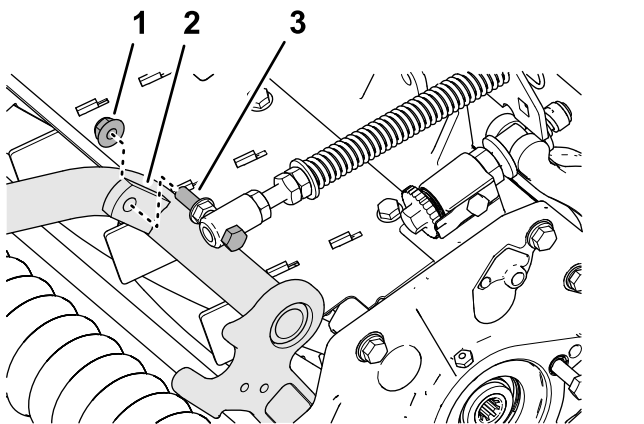

Рисунок 19
4. Установите колпачковый винт пружины компенсации состояния грунта на правый выступ несущей рамы (Рисунок 19) с помощью фланцевой контргайки ($\frac{3}{8}$ дюйма).